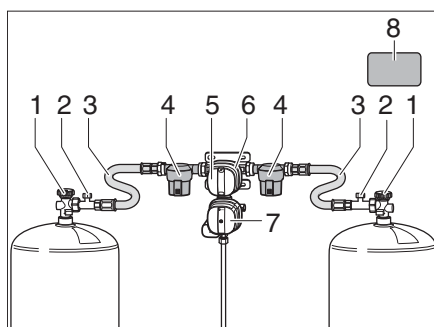
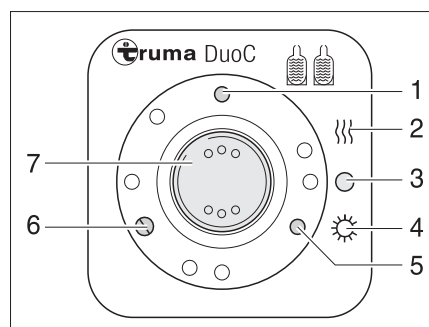
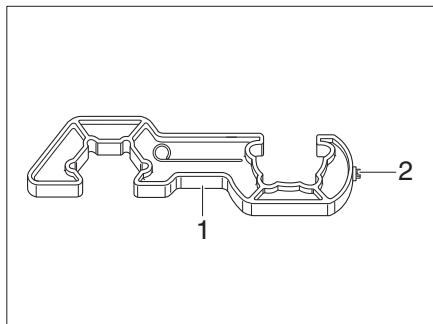
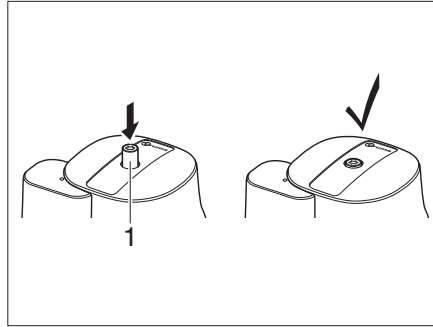

Fig. 210 Instalación de conmutación DuoControl
Fig. 211 Unidad de mando
Fig. 213 Elemento auxiliar de enroscado
Fig. 214 Crashsensor
La instalación de conmutación DuoControl consta de un regulador de conmutación (Fig. 210,6) y la unidad de mando (Fig. 211). El regulador de conmutación está montado entre las mangueras de alta presión (Fig. 210,3). Con el botón giratorio (Fig. 210,5) en el regulador de conmutación se puede determinar cuál de las bombonas de gas se usará como bombona de servicio y cuál bombona de gas como bombona de reserva.
El regulador de conmutación (Fig. 210,6) está equipado con el deshelador de reguladores Eis-Ex. De este modo se evitarán averías en la instalación de gas en el invierno.
Delante del regulador de conmutación está a cada lado un filtro de gas (Fig. 210,4), que protege la instalación de gas contra la contaminación con aceite y los ensuciamientos.
En la unidad de mando (Fig. 211) únicamente pueden conmutarse las funciones eléctricas. Las llaves de paso principales (Fig. 210,1) de las bombonas de gas deben abrirse a mano.
El regulador de conmutación garantiza una presión del gas constante, independientemente de cuál bombona de gas está suministrando el gas. Las dos luces de control en la unidad de mando indican el nivel de llenado de la bombona de servicio. Cuando la luz de control verde (Fig. 211,6) se ilumina, la bombona de servicio está llena. Cuando la luz de control roja (Fig. 211,5) se ilumina, la bombona de servicio está vacía. El suministro de gas se realiza entonces a través de la bombona de reserva.
- Abrir las llaves de paso principales (Fig. 210,1) de las bombonas de gas.
- Con el botón giratorio (Fig. 210,5) en el regulador de conmutación (Fig. 210,6), seleccionar la bombona de gas de la cual se debe tomar el gas preferentemente (bombona de servicio).
- Poner el interruptor basculante (Fig. 211,7) en "O" (Fig. 211,3). La luz de control amarilla (Fig. 211,1) se apaga.
Las luces de control en la unidad de mando (Fig. 211,5 y 6) indican en el interior del vehículo si la bombona de servicio está lista para el funcionamiento.
Si durante el funcionamiento la luz de control verde (Fig. 211,6) se apaga y la luz de control rojo (Fig. 211,5) se enciende, la bombona de gas seleccionada como bombona de servicio está vacía y debe cambiarse. La bombona de reserva seguirá suministrando gas a los consumidores de gas.
- ▶ Para enroscar y desenroscar las mangueras de alta presión, utilizar el elemento auxiliar de atornillado (Fig. 213,1). Garantiza el par de apriete necesario y evita que se produzcan daños en la unión atornillada por el uso de una herramienta incorrecta.
- Cerrar la llave de paso principal (Fig. 210,1) de la bombona de gas vacía.
- Desenroscar la manguera de alta presión (Fig. 210,3) de la bombona de gas con el elemento auxiliar de enroscado (Fig. 213).
- Conectar la bombona de gas llena a la manguera de alta presión (Fig. 210,3).
- Abrir la llave de paso principal (Fig. 210,1) de la bombona de gas.
- Girar el botón giratorio (Fig. 210,5) en el regulador de conmutación (Fig. 210,6) una media vuelta, de tal manera que la bombona de gas cambiada sirva de bombona de reserva.
- Presionar el botón (Fig. 210,2) del dispositivo de seguridad en caso de rotura de manguera en la manguera de alta presión, para activarlo.
- Si es necesario, presionar el botón de reposición (Fig. 214,1) en el Crashsensor.
- ▶ Observar el adhesivo de seguridad (Fig. 210,8) en la caja para bombonas de gas.
- Utilizar el Torx T20 (Fig. 213,2) en el elemento auxiliar de atornillado para presionar hacia dentro el botón de desbloqueo (Fig. 214,1), girar ligeramente en sentido horario y mantenerlo durante 5 segundos. El Crashsensor está listo para el funcionamiento cuando el botón de desbloqueo (Fig. 214,1) permanece en la posición hundida.
- Después de cambiar la bombona de gas, presionar con fuerza el botón verde (Fig. 210,2) en la manguera de alta presión (Fig. 210,3).